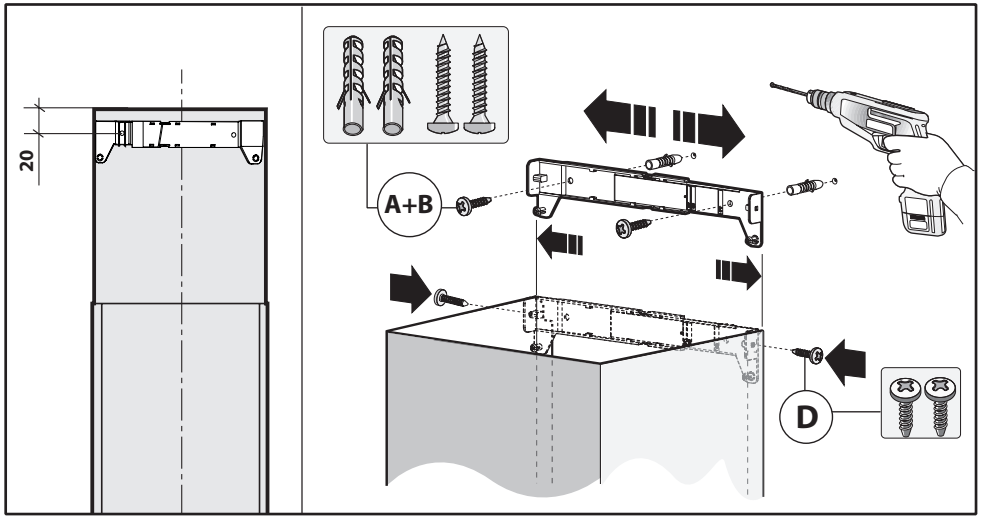

Fig.8
- Réglez la largeur de l'étrier support de la cheminée supérieure (fig 8). Ensuite fixez-le au mur, en position axiale par rapport à votre hotte, à l'aide de vis et chevilles en respectant la distance entre le support et le plafond indiquée à la fig. 8.
- Lever la cheminée supérieure jusqu'à l'étrier et fixez-la à l'aide des 2 vis **D** (fig 8).